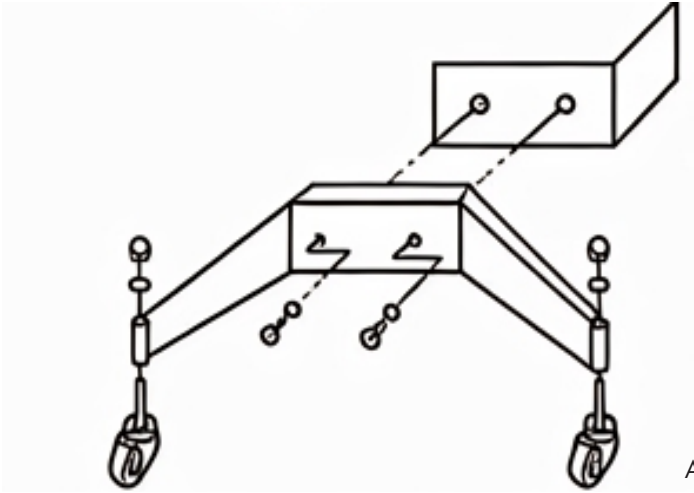

Abb. 2
1. Befestigen Sie die vier Radbauteile an den beiden Schlitten, indem Sie die mitgelieferten Blindmutterschrauben und Unterlegscheiben verwenden (siehe Abbildung 2).